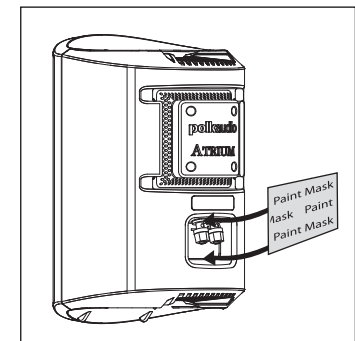
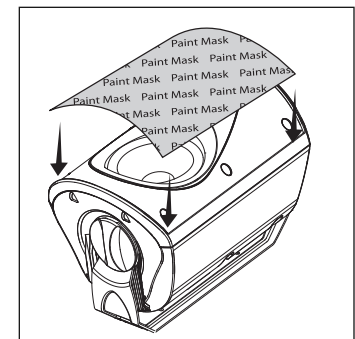

FIGURE 6: Masquez les bornes situées à l'arrière de l'enceinte.
FIGURE 7: Masquez l'écran acoustique et les transducteurs.
2. Masquez le panneau et les bornes situés à l'arrière de l'enceinte [figure 6], puis masquez la surface avant des enceintes pour protéger les transducteurs et l'écran acoustique lors de l'application de la peinture [figure 7]. Masquez le logo Polk situé sur la grille. Masquez également la portion vissable des boutons et les douilles filetéés situées aux extrémités des enceintes.